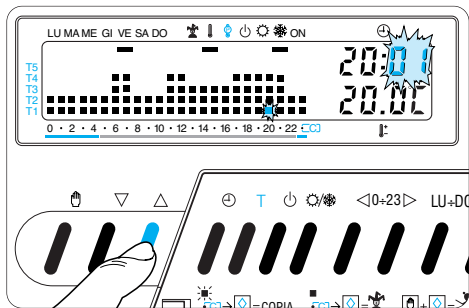

Fig. 19
5.2 - Premere il pulsante ▽ (indietro) o △ (avanti) sino a che non si raggiunge il valore esatto dei minuti (fig. 19).